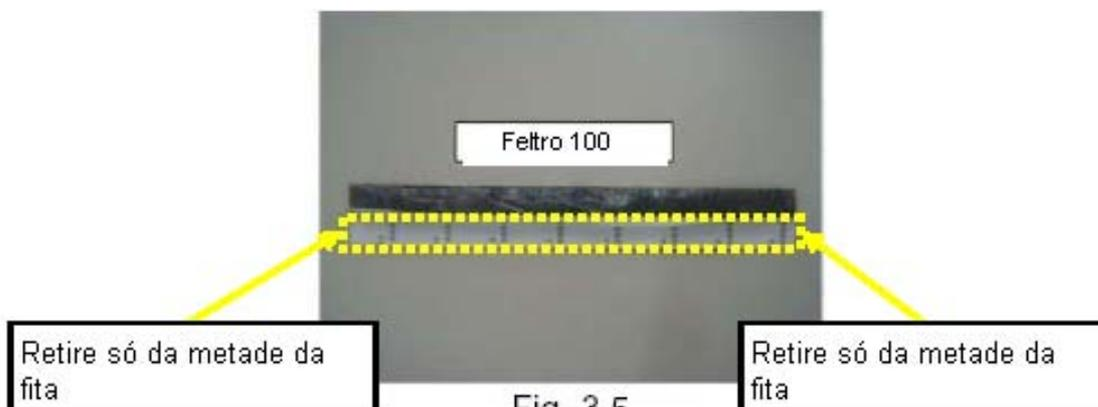

Fig. 3.5
2.1 Pegue o feltro 100 e remova a fita protetora do adesivo, e siga as instruções conforme abaixo. Fig.3.5